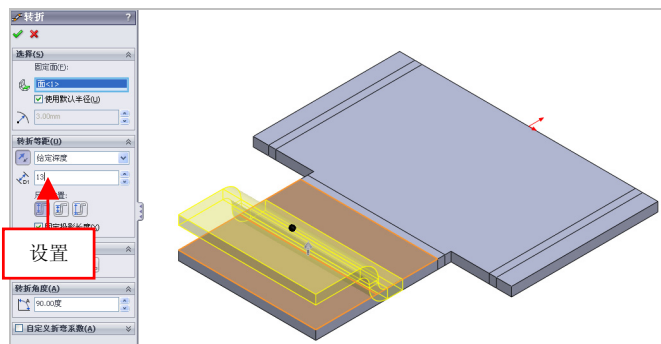

图 9-29 设置参数值
(4) 退出草图绘制环境,弹出【转折】属性管理器,选择草图所在的面对象,设置【等距距离】为 13,如图 9-29 所示。